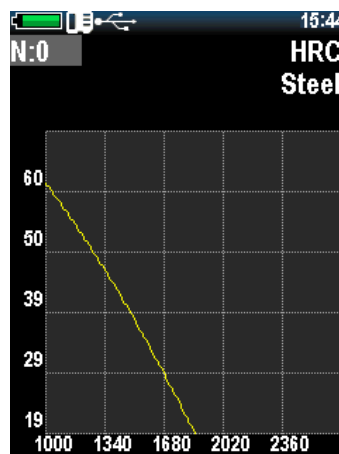

Abb. 2.35 - Das Graduierungs-Fenster
3. Drücken Sie <  >, und das Kalibrierungsfenster wird auf dem Display geöffnet (Abb.2.35).